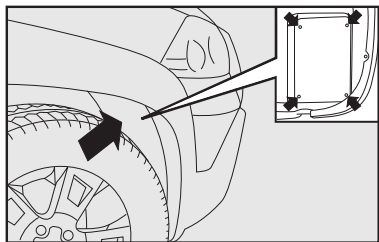

fig. 28
1) retirar a tampa de inspeção dos faróis de longo alcance, localizada no interior do vão da roda **fig. 28**, utilizando uma chave phillips (não fornecida) nos parafusos indicados no detalhe **fig. 28**.